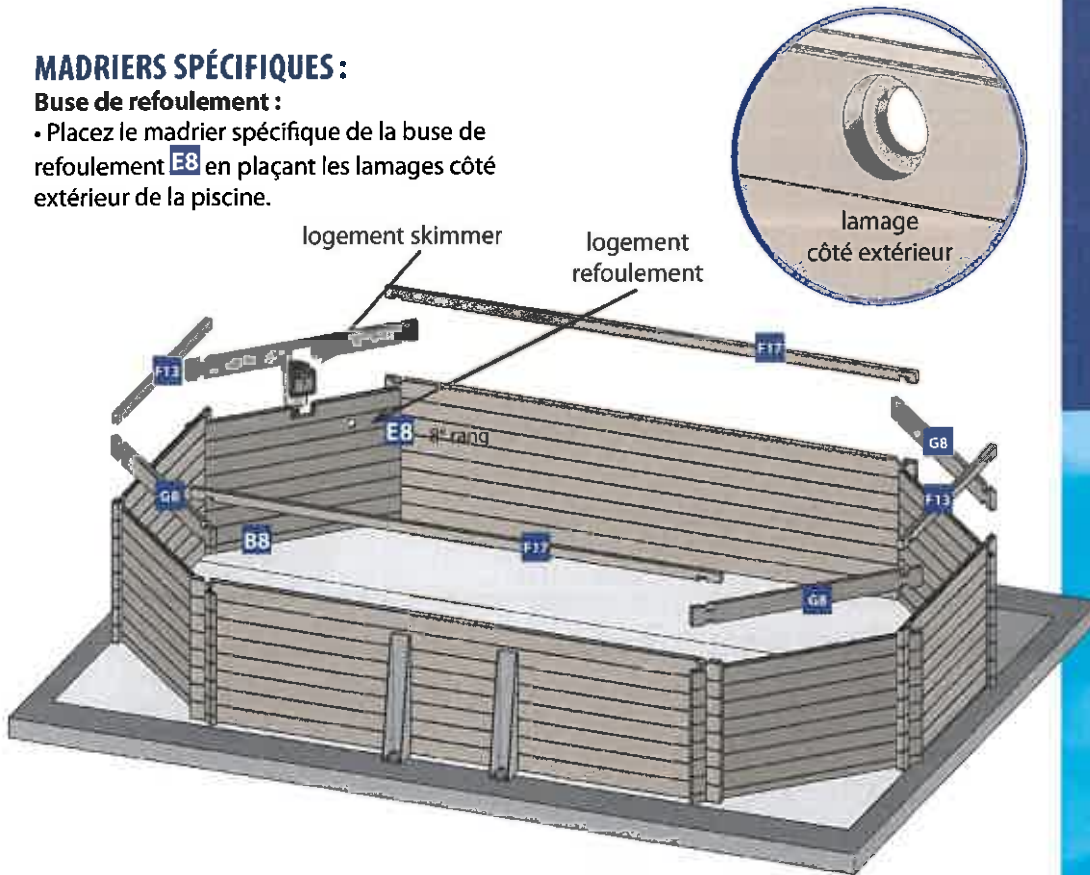

Figure 19
- Placez les madriers spécifiques au skimmer face aux vents dominants. Les madriers **C8** et **D8** se positionnent toujours sur un pan commençant par un madrier **B8** (figure 19).